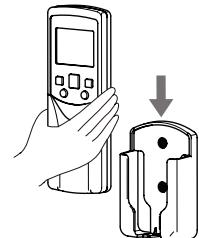

Рисунок 4.
2) Вставте пульт дистанційного керування вертикально вниз у тримач пульта дистанційного керування (див. Рисунок 4).